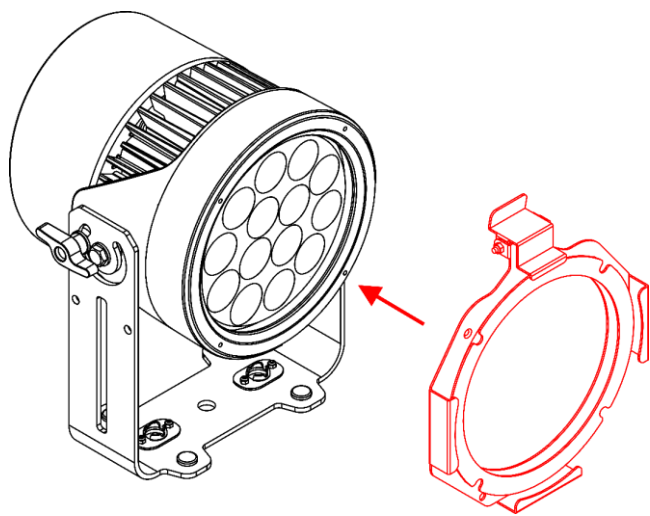

Fig. 07
- 01) Collocare il supporto per accessori sull'obiettivo del dispositivo Raccoon (Fig. 07).